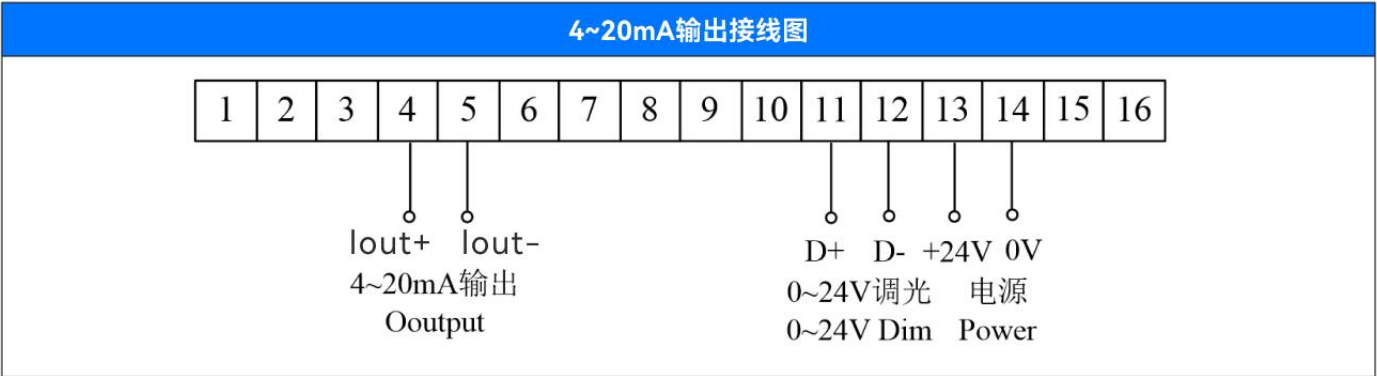

图2.7
5. 背光调节模式：手柄的薄膜采用冷光源设计，亮度可调节，调光模式包括电阻器调节（其中电阻器调光方式仅适配我司型号VDM-96调光器，阻值为2K Ω ）、0~24V电压调节、PWM，接线如图1.5和图2.4所示。对于0~24V调光信号，在0V时最暗，24V时最亮，注意调光信号和电源信号不可共用，否则会影响手柄信号输出，导致无法正常工作。接线图如图2.7示：选用PWM调光接口信号，请咨询我方销售人员，由双方协商确定。